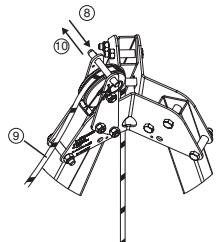

Fig. 10
8. Retirar o fuso com esfera que se encontra por cima da roldana de transmissão no topo do tripé tracpole (Fig. 10, 8).
9. Passar a drisse do aparelho Derope™ ao redor da roldana de transmissão (Fig. 10, 9).
10. Reinstalar o fuso com esfera de modo a impedir que a drisse saia da roldana de transmissão (Fig. 10, 10).